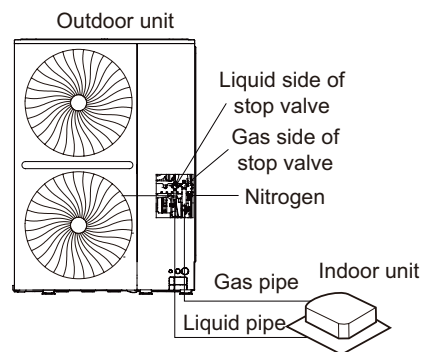

Fig.5.35
8. Skalojiet pārējās atveres tādā pašā veidā, sākot ar iekštelpu iekārtu A un virzoties uz āra iekārtām. Skatīt norādījumus par Fig.5.35